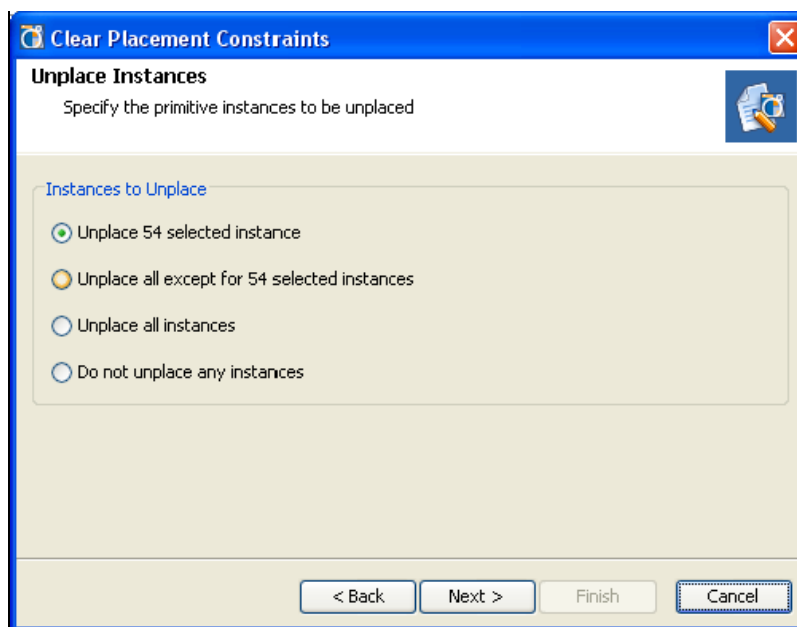

図 10-25 : 配置制約の削除
1. Clear Placement Constraints ウィザードで、削除する配置制約のタイプを選択します。[Instance placement]、[I/O Port placement]、または [Both] のいずれかを選択して [Next] をクリックします。図 10-25 のように、[Unplace Instances] ダイアログ ボックスが開きます。